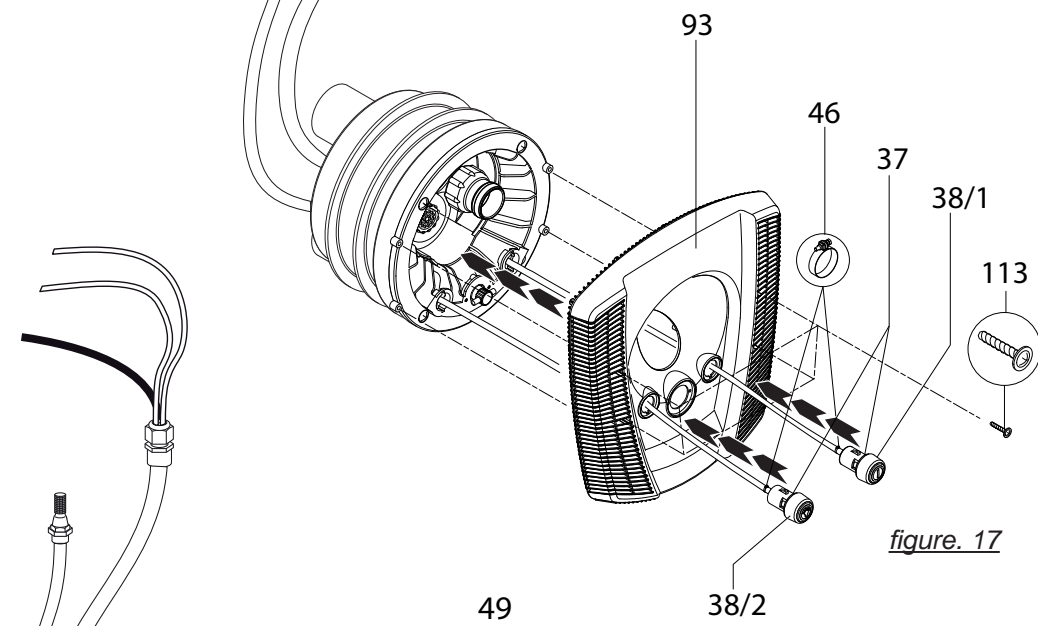
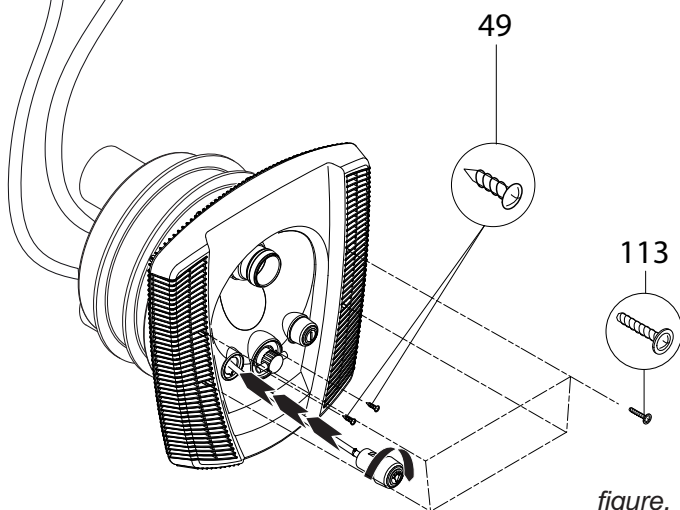

figure. 17
figure. 18
- 7) Introduire les tuyaux pneumatiques à travers les orifices dans l'enjoliveur inox (93) (lumière M/A à gauche ; pompe M/A à droite) et fixer aux boutons poussoirs correspondants en utilisant les colliers de serrage (46) (figure 17).
- 8) Fixer l'enjoliveur (93) sur le corps de buse à l'aide des 4 vis (113).
Passer les deux boutons pneumatiques à travers l'enjoliveur (93) dans le corps de buse et les verrouiller en tournant ceux-ci dans le sens des aiguilles d'une montre (figure 18).